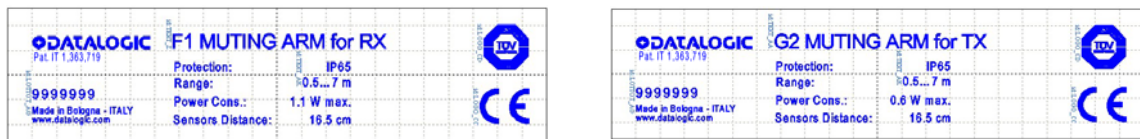

Figure 27
- Veiller à ce que le bras TX G1 et le bras RX F1 soient alignés et que le bras TX G2 et le bras RX F2 soient alignés ; se référer à la Figure 27 qui montre les marquages au dos de chaque bras.